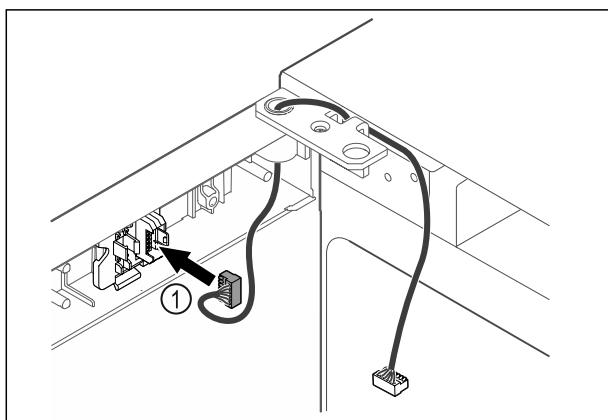

Fig. 59
- ▶ Utaknite utikač Fig. 59 (1) u držać utikača.